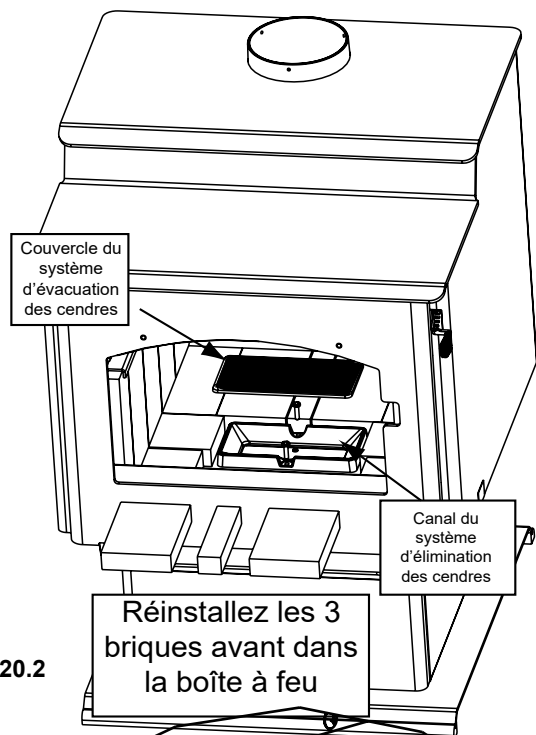

Figure 20.2
1. Remplacer avant de briques qui ont été retirées à l'étape 1 de Commencer l'installation de l'ARS du Système à la page 18 (**Figure 20.2 à la page 20**).
3. Installez le couvercle d'accès à l'ARS à l'intérieur de la rainure située à l'intérieur de la boîte à feu (**Figure 20.2 à la page 20**).